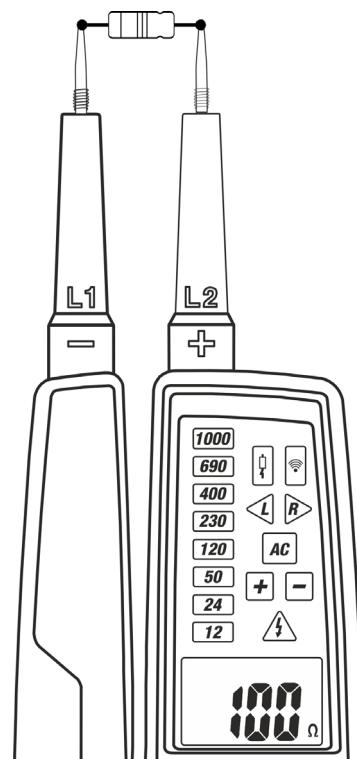

Fig. 10: Medida Resistencia
3. Conecte las puntas L1 y la punta L2 al objeto en pruebas (vea la Fig.10). El valor de la resistencia se muestra en el visualizador